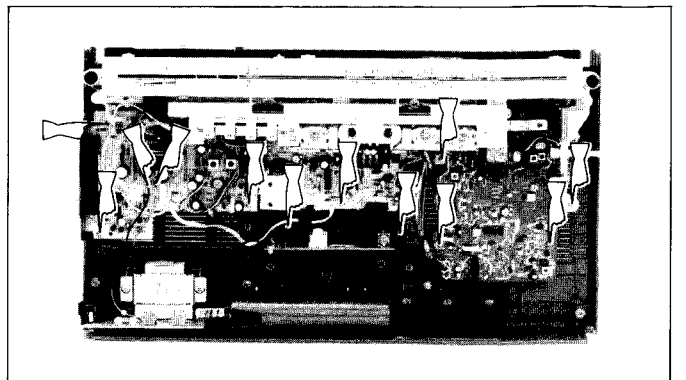

Figure 7-4 Abbildung 7-4
1. Disconnect two (2) tips from the power PWB. (See Fig. 7-4.)
2. Remove ten (10) screws from the amp/tuner/control PWB, then the PWB can be removed from the rear cabinet. (See Fig. 7-4.)
1. Die beiden (2) Kontaktspitzen von der Endverstärker-Leiterplatte durch Herausziehen unterbrechen. (Siehe Abb. 7-4.)
2. Die zehn (10) Befestigungsschrauben der Verstärker-/Empfangsteil-Leiterplatte entfernen, wodurch die Leiterplatte vom Rückgehäuse entfernt werden kann. (Siehe Abb. 7-4.)
1. Déconnecter les deux (2) languettes de la PMI d'alimentation. (Voir la Fig. 7-4.)
2. Déposer les dix (10) vis de la PMI d'ampli/tuner/commande, puis cette PMI peut être déposée du coffret arrière. (Voir la Fig. 7-4.)